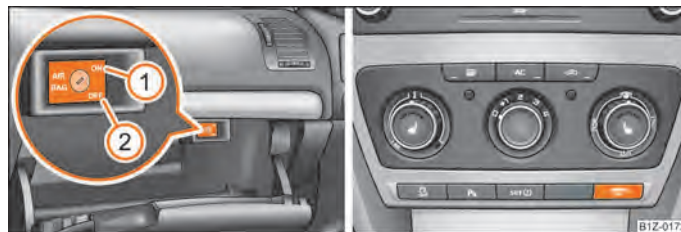

Fig. 129 Vide-poches : Contacteur pour airbag frontal du passager avant/témoin de neutralisation de l'airbag du passager avant
- si les airbags sont neutralisés, ceci est signalé dans la partie centrale du tableau de bord par les témoins de contrôle **AIRBAG OFF** qui s'allument → fig. 129 - à droite.
- A l'aide de la clé amenez la fente du contacteur de l'airbag sur la position ② (OFF) ⇒ fig. 129.
- Le contact étant mis, contrôlez si les témoins de contrôle **AIRBAG OFF** s'allument dans la partie centrale du tableau de bord ⇒ fig. 129 - à droite.
- A l'aide de la clé amenez la fente du contacteur de l'airbag sur la position ① (ON) ⇒ fig. 129.
- Le contact étant mis, vérifiez si le témoin de contrôle de l'airbag **AIRBAG OFF** ne s'allume pas au centre du tableau de bord ⇒ fig. 129 - à droite.
Le témoin de l'airbag se trouve dans la partie centrale du tableau de bord ⇒ fig. 129 - à droite.